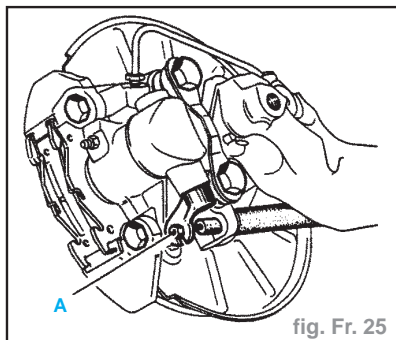

fig. Fr. 25
- Tendre progressivement les câbles au niveau du réglage central, afin de mettre en contact l'embout (A) avec le levier, sans déplacement de celui-ci (fig. Fr. 25).